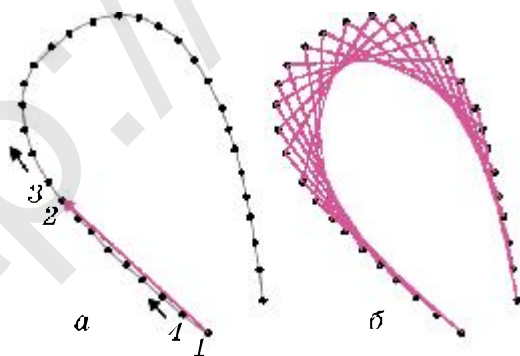

Рис. 39. Вышивка листика овальным способом: а – подготовка эскиза; б – основной процесс
**Овальный способ.** Процесс работы начинается с первой точки овальной формы и заканчивается там же. Расстояние между двумя точками должно быть равным, это больше касается нижней части листа (рис. 39).